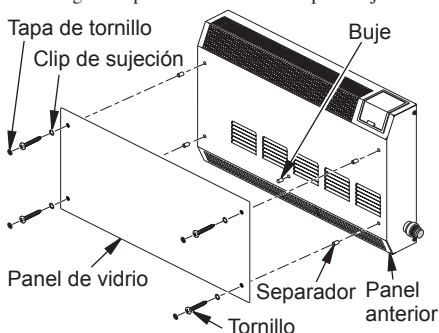

Figura 5 - Instalación del panel de vidrio
3. Introduzca el buje en el orificio central del frente del panel anterior (consulte la figura 5).
5. Coloque los separadores sobre los cuatro orificios del panel anterior, como se muestra en la figura 5.